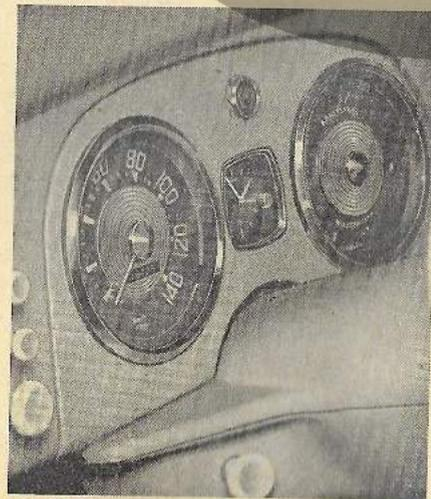

Abb. 26: Instrumententafel mit Zeituhr 1/57/129
**4. Die Instrumententafel** ist, wie die Abb. 26 zeigt, zusätzlich noch mit einer elektr. Zeituhr ausgerüstet. Der in der Mitte des Zifferblattes befindliche kleine Knopf dient zum Verstellen der Zeiger.